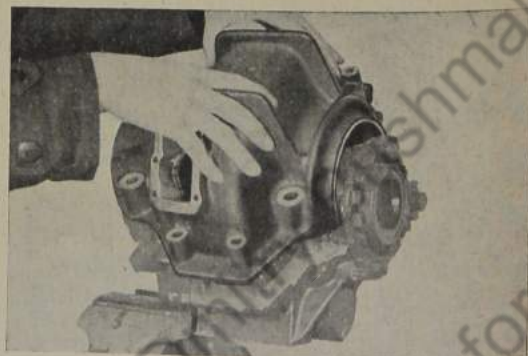

Bild 652: Hinterantriebsgehäusedeckel aufsetzen
7. Planflächen des Gehäusedeckels mit Dicht-masse bestreichen und den Deckel durch leichte Hammerschläge auf das Gehäuse schlagen (Bild 652).